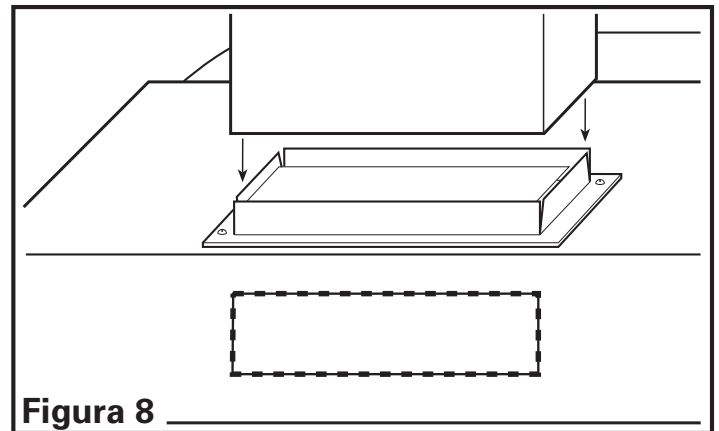

Figura 8
1. Conecte el tubo al collar para tubos y regulador de tiro de la campana. Asegure en su lugar usando cinta para sellar todas las juntas (**Figura 8**).